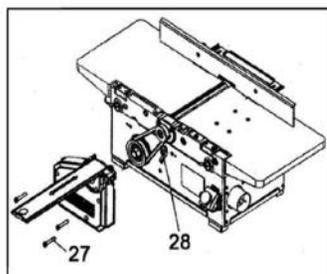

Рис. 12
Для проверки регулировки или замены приводного ремня необходимо демонтировать защитный кожух приводного ремня. Для снятия кожуха открутите три крепящих его винта (27) (См. Рис.12). Аккуратно снимите кожух. Очистите щеткой ремень и шкивы от опилок и других загрязнений.
Для натяжения ремня следует отпустить гайку (28) (См. Рис.12, 13), не откручивая ее полностью, и усилием руки переместить шкив по оси вниз - увеличив натяжение ремня; вверх - уменьшив натяжение ремня.
После натяжения ремня затянуть гайку (28) (См. Рис.12, 13); установить обратно защитный кожух и закрепить его винтами.